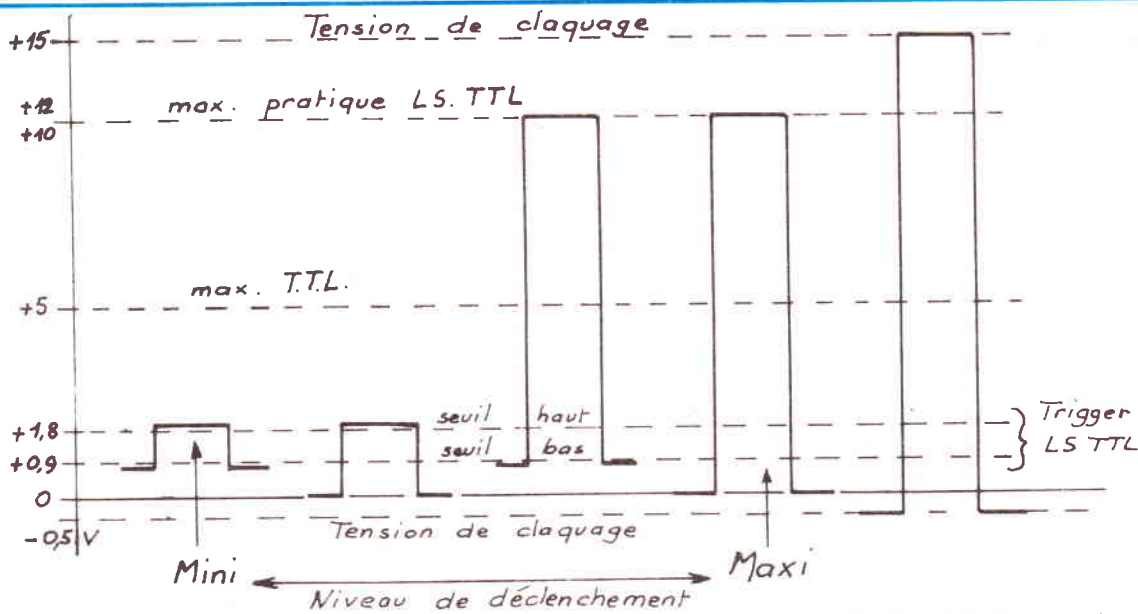

Fig. 21. — Niveaux acceptables par les entrées LS-TTL de l'impulsimètre (cf. DATA BOOK Motorola).
- Elles sont d'abord du type trigger de Schmidt. Elles ont de ce fait des seuils de basculement typiques de 0,95 V et de 1,8 V. Cela veut dire que ces portes acceptent parfaitement des impulsions de moins de 1 V_{cc}, du moment qu'elles sont centrées dans leur fourchette d'hystérésis. Voir la figure 21, où l'on voit justement, l'impulsion minimum exploitable.
crête, sans dommage aucun ! Voir figure 21. Dans le négatif, la tension de claquage est de - 0,5 V. On évitera donc soigneusement que le « pied » de l'impulsion ne descende au-dessous du potentiel de masse. Convenons que la fourchette d'amplitudes qui va du mini au maxi de la figure 21, correspond à la majorité des cas de mesure.